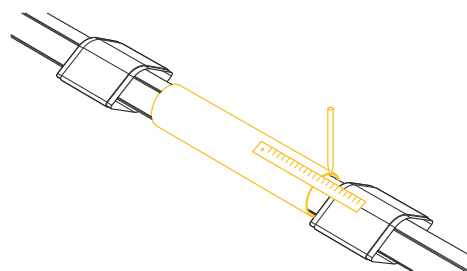

Рис. 4.8.4
4. Используя линейку (рулетку), отцентрировать положение муфты относительно оси стыка; нанести маркером соответствующие риски (рис. 4.8.4).